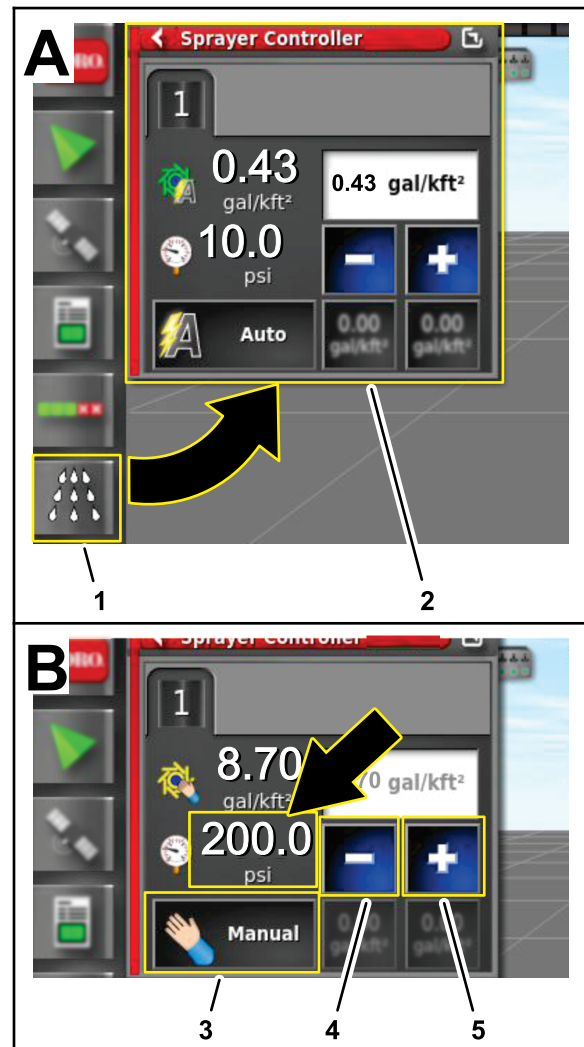

Figura 162
4. En la consola de control GeoLink, pulse el icono CONTROLADOR DE CAUDAL DE FUMIGACIÓN (Figura 162).
5. En el cuadro de diálogo Controlador del caudal de fumigación, pulse el icono MODO DE CONTROL DE CAUDAL hasta que aparezca el modo manual (Figura 162).
6. Presione el icono Reducir (-) o Aumentar (+) para ajustar la presión del sistema de fumigación (Figura 162) a 13,75 bar.